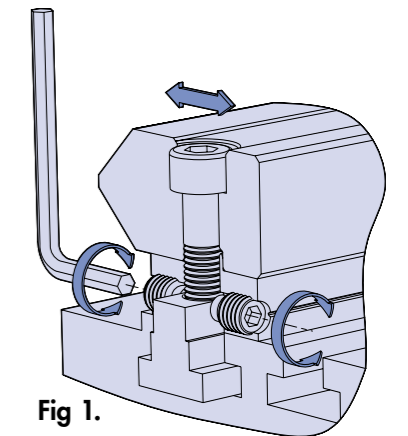

Fig 1.
- Les supports HLN de type réglable sont fournis avec trous taraudés et vis de pression à 6 pans creux selon ISO 4028. Dans la disposition "B", les trous pour vis de pression sont en face des trous de fixation, pour le montage sur les poutres (voir figure 1 ci-contre). Dans la disposition "A", les trous pour vis de pression sont situés à mi-pas entre les trous de fixation, pour les autres supports avec centrage ou pions Hepco SDPA, suivant la figure 2 ci-contre.